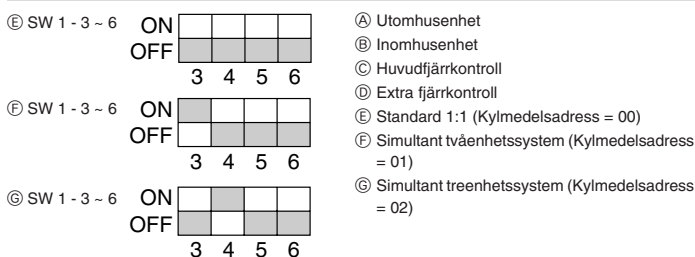

Fig. 9-1
- Eftersom enheten stannar automatiskt inom två till tre minuter efter återvinningen av köldmedel (LED1 och LED2 tänds), stäng gasstoppventilen snabbt. När LED1 och LED2 tänds och utomhusenheten stannar, öppna stoppventilen för vätska helt, och upprepa sedan steg ② efter tre minuter.
9. Systemkontroll (Fig. 9-1)